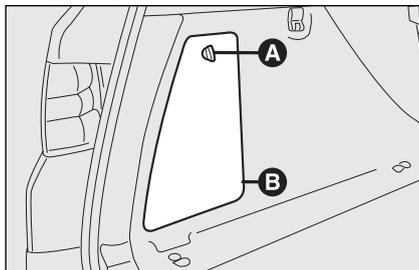

fig. 36
- tourner la poignée **A-fig. 36** de manière à ouvrir le volet **B**;